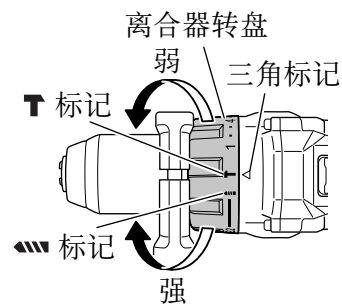

图 15
&lt;DV18DC / DV36DC&gt; (参照图 15)
#### (2) 旋紧转矩的指示 (参照第19页的图 13 和图 15)
#### (3) 调节旋紧转矩 (参照第19页的图 13 和图 15)